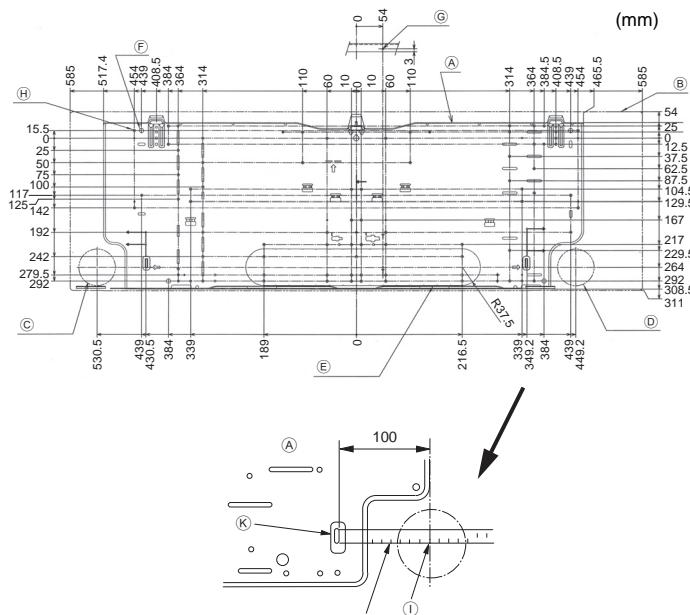
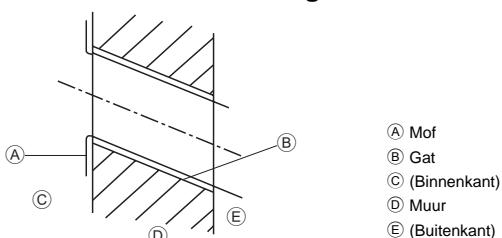

Fig. 3-2
Fig. 3-3
■ PKFY-P-VKM-E (Fig. 3-2)
- (A) Ophangplaat ①
- (B) Binnenunit
- (C) Pijpopening linksonder achter ($\varnothing 75-\varnothing 80$)
- (D) Pijpopening rechtsonder achter ($\varnothing 75-\varnothing 80$)
- (E) Doordrukopening voor bevestigingsplaats linksonder achter (75 x 480)
- (F) Opening voor bout (4-ø9)
- (G) Midden van unit ($\varnothing 2,5$)
- (H) Tagvat (75-ø5,1)
- (I) Midden gat
- (J) Zet de schaal op de lijn.
- (K) Schaal invoegen.
3.2.2. Het gat voor de pijpleiding boren (Fig. 3-3)